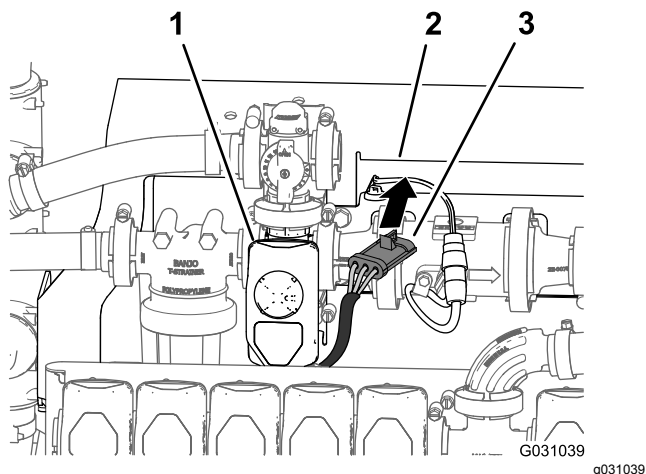

図 109
5. 攪拌バルブ用ハーネスの3ピンコネクタを、マニホルドマウントの前方に配設する 図 109。